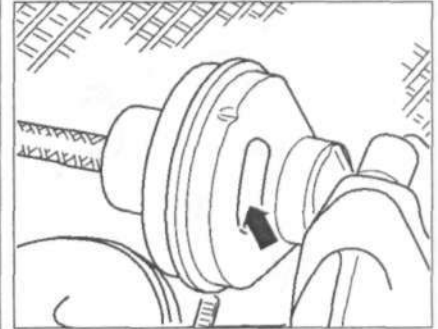

Рис. 6.66. Поработайте насосом. Шток мембраны должен переместиться к вакуумному соединению (понаблюдайте через отверстие (стрелка)).
3. Поработайте насосом (рис. 6.66). Шток мембраны должен переместиться к вакуумному соединению (понаблюдайте через отверстие (стрелка)).